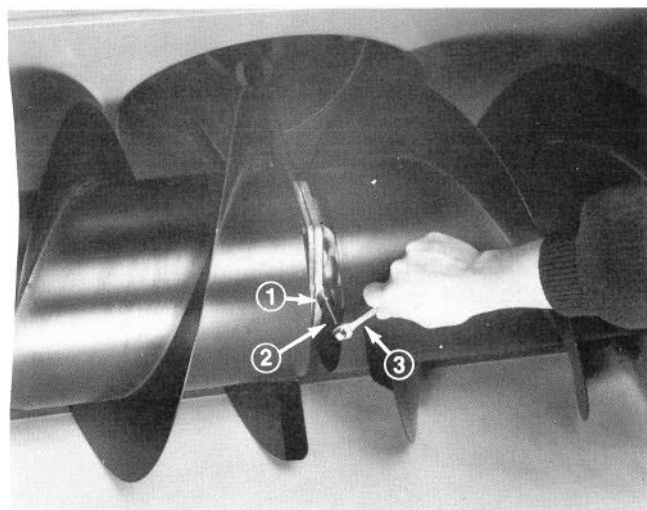

Fig. 21
2. Fjern rørskruen fra gearkassen ved at placere forlængerdelen af en 3/8" topnøgle over skruen. Forlængerdelen kan herefter drejes med en 3/8" fastnøgle (Fig. 21).
5. Genindsæt rørskruen i gearkassen (Fig. 21).